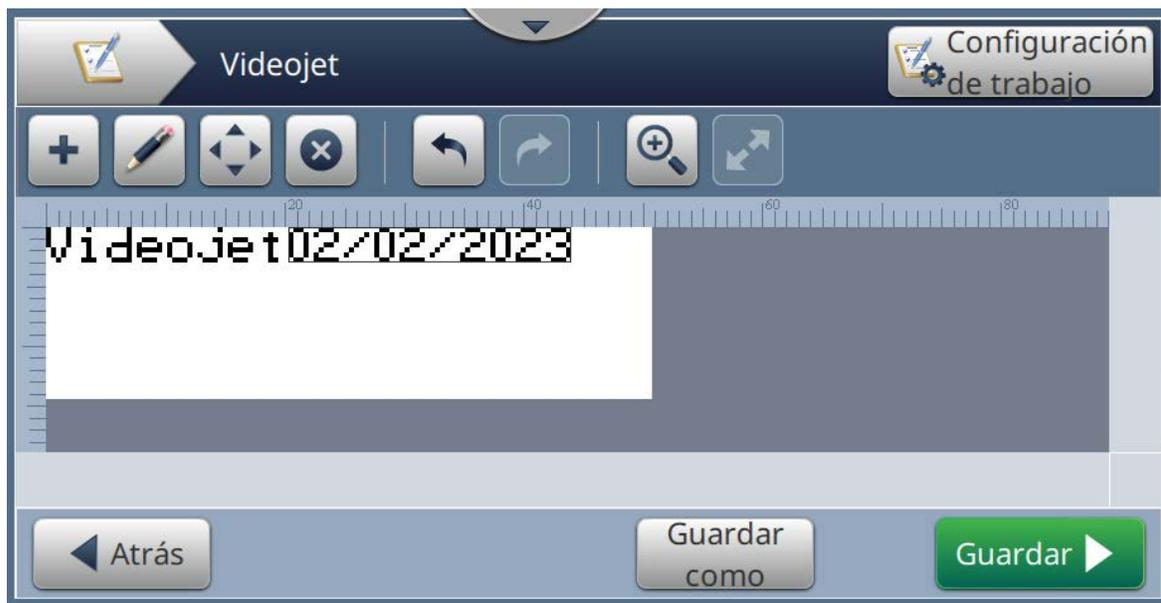

Figura 5-21: Mensaje de muestra
En la sección siguiente se guía al usuario para crear un trabajo, según se muestra en la Figura 5-21, que consta de los siguientes campos:
- Seleccione el campo y arrastre o utilice el botón  para llevar el campo hasta su ubicación, como se muestra en la Figura 5-21 en la página 5-40.
22. Seleccione el campo y arrastre o utilice el botón  para llevar el campo hasta su ubicación, como se muestra en la Figura 5-21 en la página 5-40.
30. Seleccione el campo y arrastre o utilice el botón  para llevar el campo hasta su ubicación, como se muestra en la Figura 5-21 en la página 5-40.